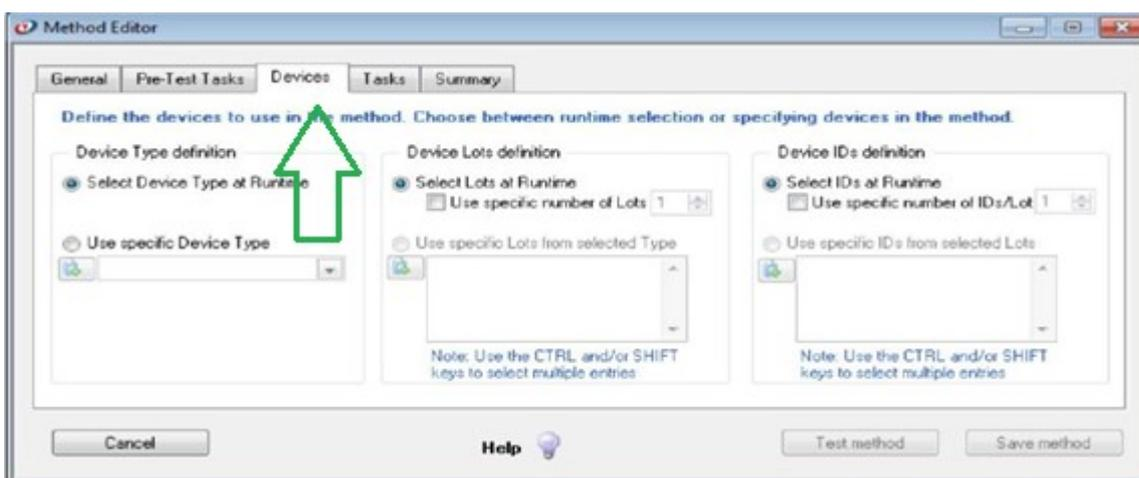

Figura 70. Guia dispositivos do editor de método, selecionado modo *runtime*.
a) Clique na aba de tarefas *Devices*, dispositivos da guia, e *Method Editor* do editor de métodos conforme Figura 70, nas quais exigem que especifique os dispositivos que o método usará sempre que for executado. Escolha o modo *Select at Runtime* ou *Use Specific* conforme descrito abaixo:
- c) Defina um método usando o modo *Select at Runtime* conforme Figura 70, defina as seleções de Tipo de Dispositivo, Lote de Dispositivo e ID do Dispositivo.